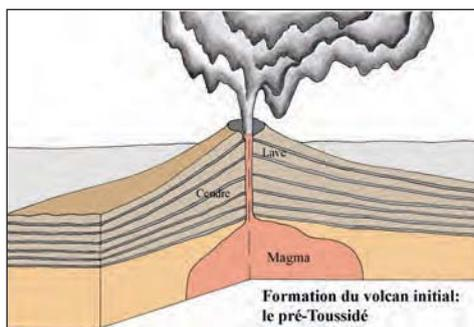

Figure 2
- **Phase 1** : Un premier volcan que nous appelons le pré-Toussidé, s'est formé à l'ère tertiaire, à la fin du Miocène ou au début du Pliocène. Aujourd'hui, ce qui reste de son cône est composé d'une alternance de laves et de cendre qui correspondent aux diverses éruptions. La lave très fluide, de type hawaïen, s'est étalée avec une très faible pente (figure 2).